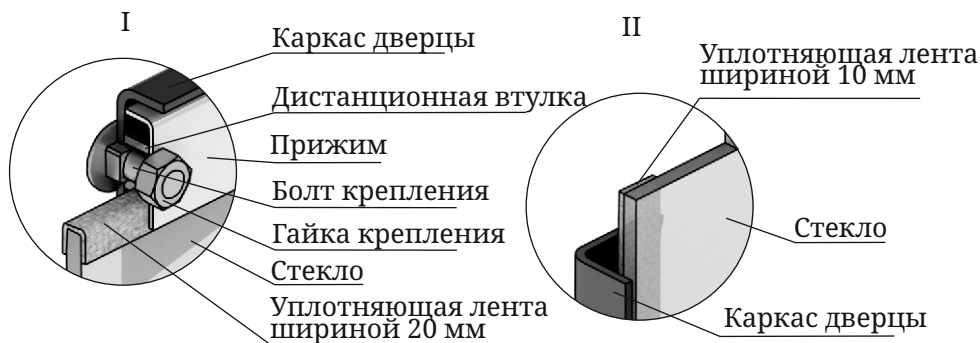

Рисунок 10. Крепление светорозрачного экрана дверцы модификации «Витра»
3. Возьмите новое стекло, если на нем нет уплотняющих лент, наклейте их: лента шириной 20 мм наклеивается сверху и снизу стекла «П»-образно (рисунок 10.I), лента шириной 10 мм наклеивается вертикально, вдоль боковых сторон стекла (рисунок 10.II).
4. Вставить стекло в упор, при этом лента наклеенная с боковых сторон (вертикальная) должна быть зажата между стеклом и каркасом дверцы (рисунок 10.II).
Внимание! Гайки крепящие прижим накручиваются на болты крепления через дистанционные втулки (рисунок 10.I).